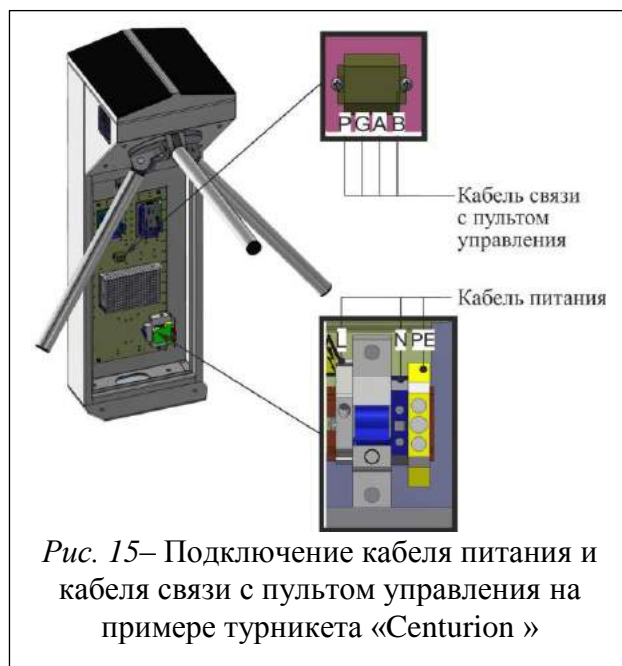

Рис. 15– Подключение кабеля питания и кабеля связи с пультом управления на примере турникета «Centurion »
Для того чтобы снять крышку стойки, необходимо снять шплинт (1) и открыть защёлку (2), подняв её вверх (Рис.15, Вид А).
13) Подключение турникета(Рис.15):
- Фаза (L) – к защитному автоматическому выключателю;
- Ноль (N) – к клемме ~230 В (N);
- Земля (PE) - к клемме Заземление